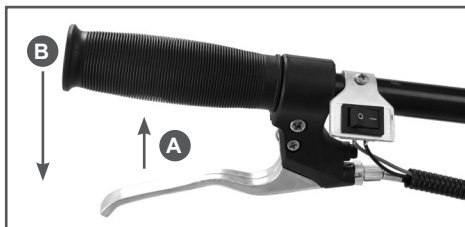

Рис. 17 Рычаг газа
- 6.левой рукой нажмите и удерживайте рычаг газа в нажатом состоянии (А) (Рис. 17). Одновременно нажмите на рукоятку управления вниз (В) (Рис. 17) для того, чтобы фрезы мотокультиватора приподнялись над землей.